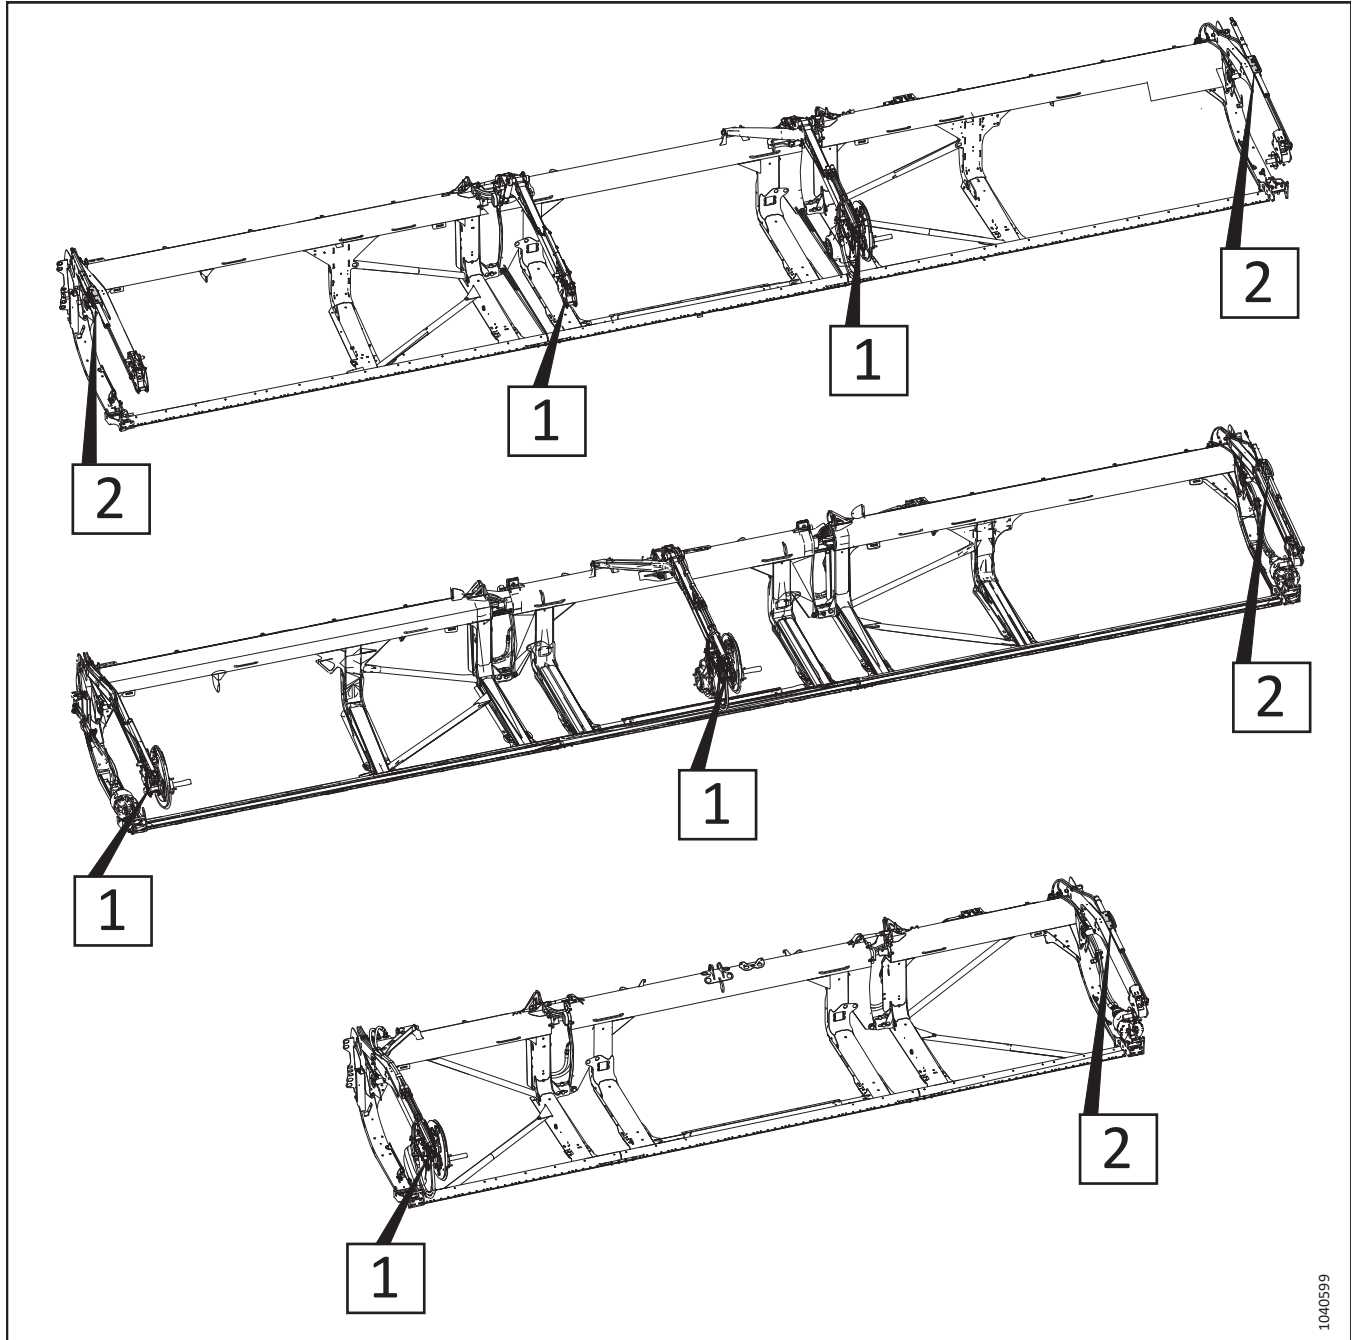

Figura 3.215: Cilindri față-spate reglabili – Numere de referință ale procedurii
5. Consultați Figura 3.215, pagina 185 pentru a determina procedurile de reglare a cilindrului față-spate pentru tipul de heder. Numărul de pe ilustrație se referă la una dintre următoarele proceduri: